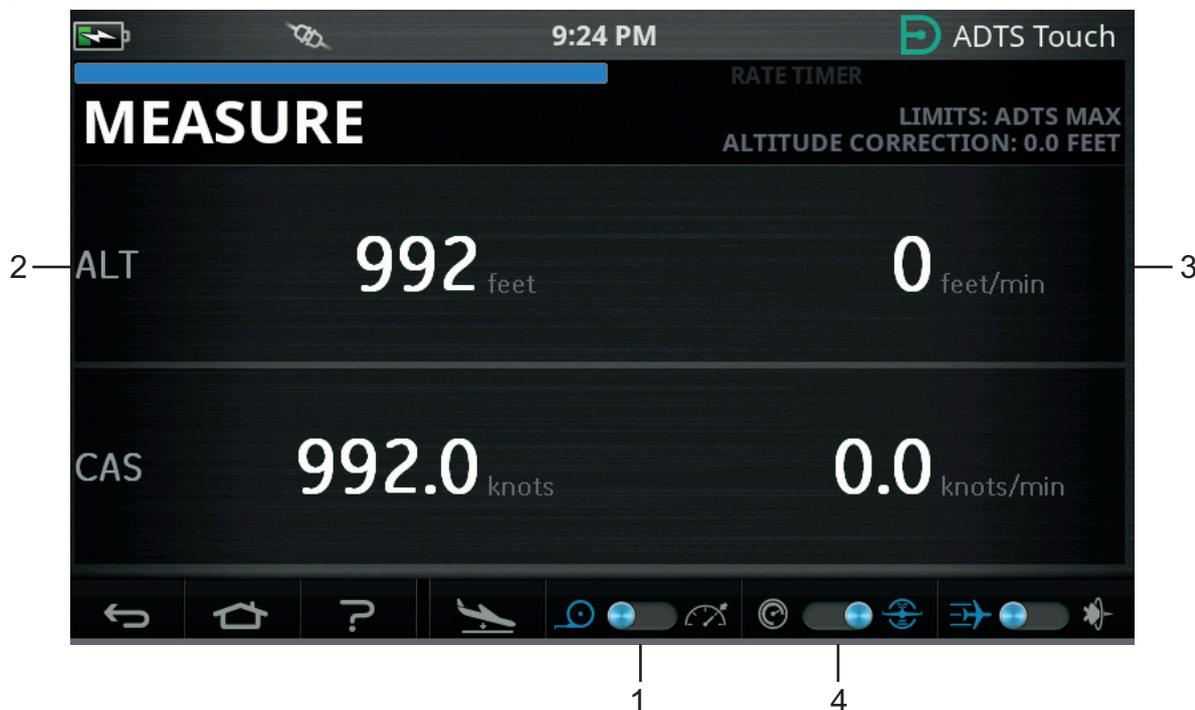

Figura 3-5: Modalità di misurazione – Canale singolo
Per passare da una modalità all'altra toccare la relativa icona (1) nella parte inferiore dello schermo. Vedere la Figura 3-5.